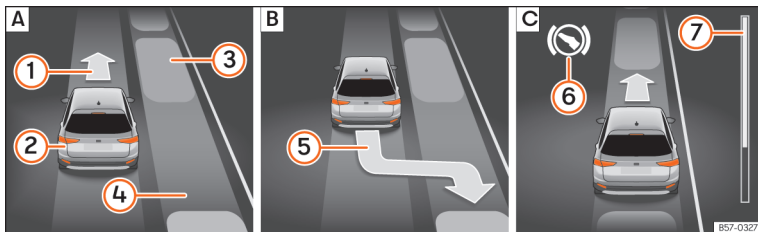
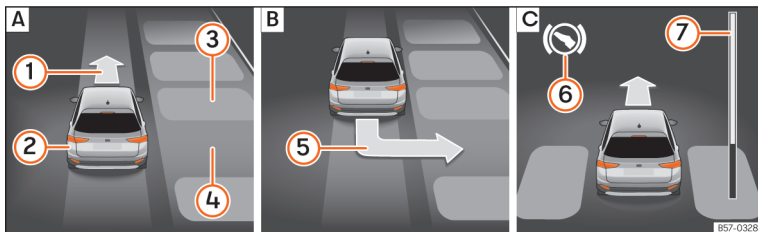

Abb. 250 Am Bildschirm des Kombi-Instruments: längs einparken. [A] Parklücke suchen. [B] Position zum Einparken. [C] Rangieren.
Abb. 251 Am Bildschirm des Kombi-Instruments: quer einparken. [A] Parklücke suchen. [B] Position zum Einparken. [C] Rangieren.
- Schauen Sie auf der Bildschirmanzeige im Kombi-Instrument, ob die Parklücke als „geeignet“ erkannt wurde und ob die korrekte Position zum Einparken » **Abb. 250** [B]
oder » **Abb. 251** [B] erreicht wurde. Die Parklücke wird als „geeignet“ betrachtet, wenn auf dem Bildschirm des Kombi-Instruments die Anzeige zum Einparken erscheint ⑤.
• Fahren Sie rückwärts, bis das Dauertonsignal des ParkPilot ertönt; **ODER:** fahren Sie zurück, bis auf dem Bildschirm des Kombi-Instruments die Anzeige für Vorwärtsfahren » Abb. 250 [C] oder » Abb. 251 [C] erscheint; **ODER:** fahren Sie zurück, bis am Bildschirm des Kombi-Instruments die Meldung **Park Assist beendet** erscheint. Die Fortschrittsanzeige ⑦ zeigt den zurückzulegenden Abstand an » Seite 289.
• Treten Sie auf das Bremspedal, bis die Lenkbewegungen des Parklenkassistenten beendet sind; **ODER:** bis das Symbol (S) am Bildschirm des Kombi-Instruments erlischt.
• Fahren Sie vorwärts, bis das Dauertonsignal des ParkPilot ertönt; **ODER:** fahren Sie vorwärts, bis am Bildschirm des Kombi-Instruments die Anzeige zur Rückwärtsfahrt erscheint. Der Parklenkassistent lenkt das Fahrzeug vorwärts und rückwärts bis es in der Parklücke zentriert ist » Abb. 250 [C] oder » Abb. 251 [C].
» Abb. 250 ⑦ und » Abb. 251 ⑦ am Bildschirm des Kombi-Instruments zeigt symbolisch die noch zu fahrende relative Fahrstrecke an. Je länger die Distanz ist, desto größer ist der Füllstand des Fortschrittsbalkens. Bei Vorwärtsfahrt nimmt die Füllung des Fortschrittsbalkens nach oben ab und bei Rückwärtsfahrt nimmt die Füllung des Fortschrittsbalkens nach unten ab.